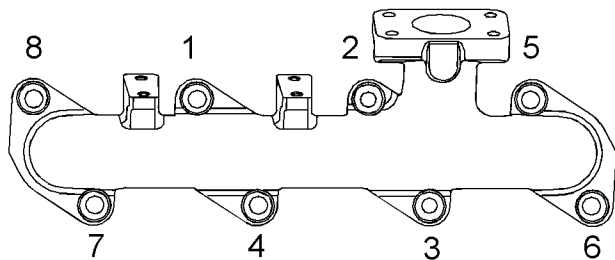

Ilustración 48
2. Compruebe el par de apriete en todos los pernos (1). Los pernos tienen que ser apretados en la secuencia que se muestra en la ilustración 48.